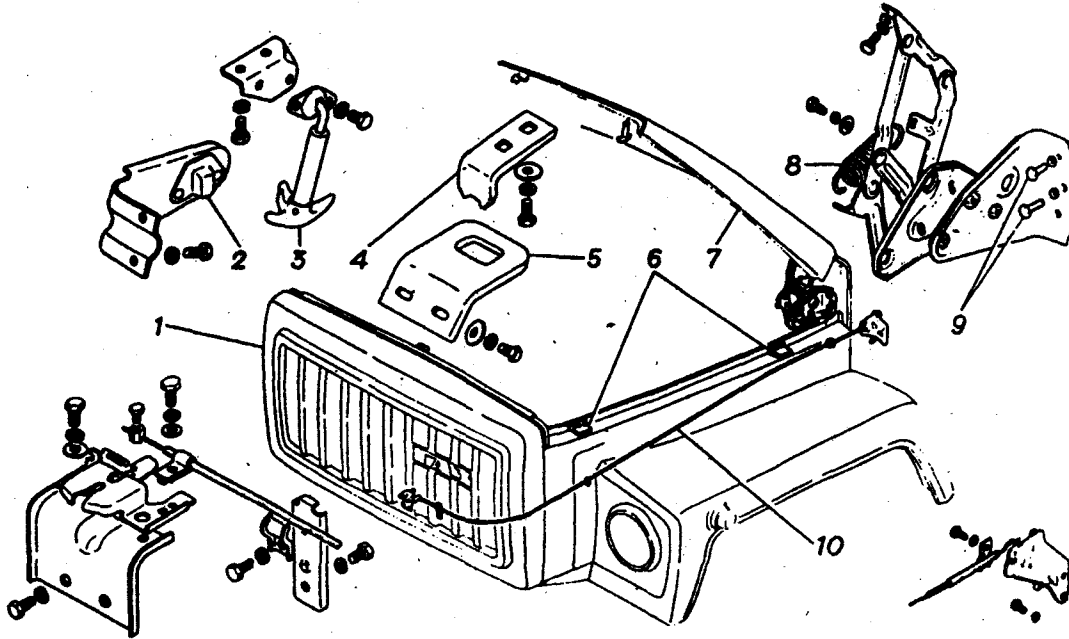

Рис. 146. Оперение
1. Открыть решетку облицовки 1 (рис. 146) и капот 7.
При установке нового или отремонтированного капота на автомобиль необходимо выдержать зазоры между кабиной и капотом, а также между облицовкой и капотом в пределах 7-13 мм. Регулировка зазоров производится перемещением капота вперед или назад на овальных отверстиях в петлях. При регулировке капота необходимо следить за тем, чтобы не было бокового смещения капота относительно резиновых опор 6 (рис. 146). Это осуществляется за счет шипа 4 и гнезда шипа 5. По окончании регулировки необходимо затянуть болты крепления капота к петлям.